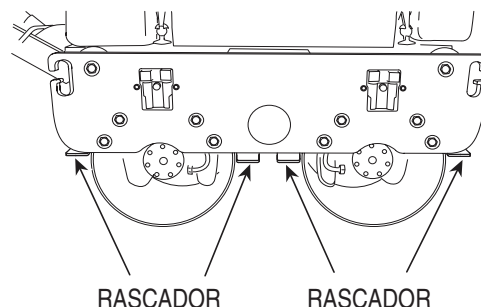

Figura 10. Revisión de los rociadores
1. Revise los rociadores para asegurarse de que no estén obstruidos con lodo, no estén doblados o dañados (Figura 10).